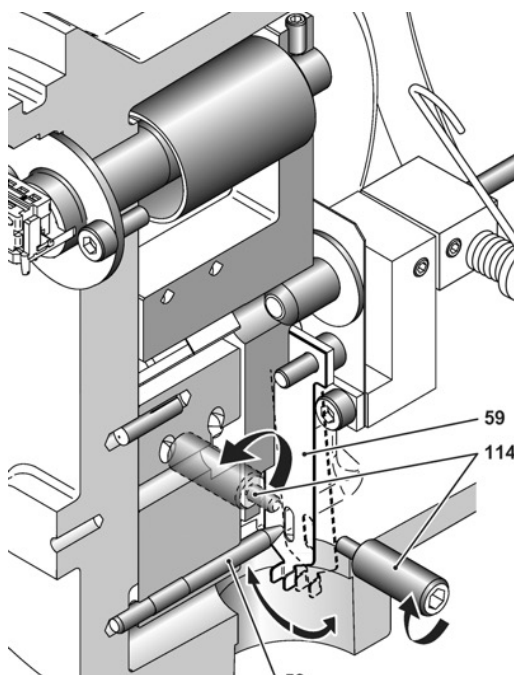

Figura 18 – Calibração com parafusos de ajuste
- Abra o bujão de acesso (107) no lado direito da caixa para consulte o mecanismo de simulação. Remova o bujão de segurança (190) e os dois bujões de 1/8" NPT (115). Use uma chave hexagonal de 5 mm.
- Simule variações de nível movendo a lamela flexível (59) na direção do tubo de torque até que a flexão toque o espigão do parafuso de ajuste (114).
- Enquanto mantém contato, deslize a flexão para a esquerda ou direita ao longo da superfície do poste do parafuso (figura 18) para simular valores de nível baixo e alto do(s) fluido(s) de processo.